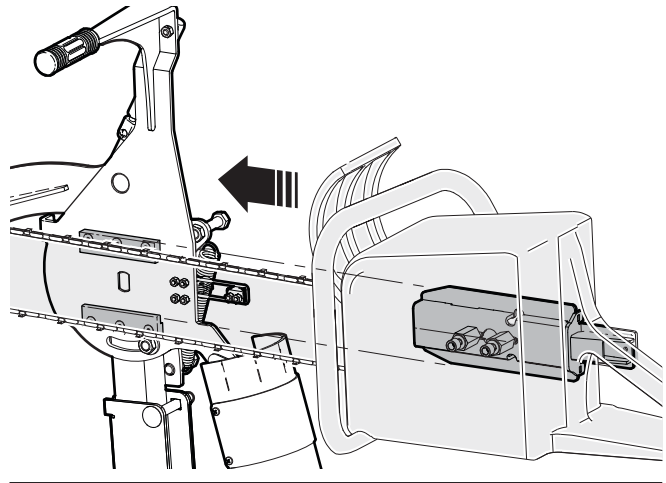

Figure 23 – Mettez la tronçonneuse dans le support pour tronçonneuse
9. Placez la tronçonneuse dans le support. Assurez-vous que l'adaptateur de tronçonneuse se trouve dans les guides du support pour tronçonneuse. Pour plus d'informations, consultez *Figure 23*.